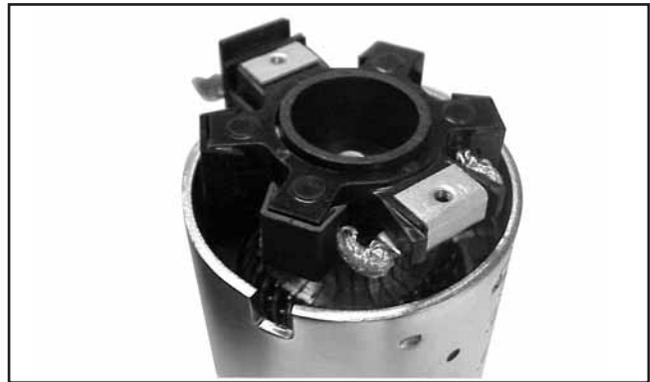

Figura 8-51. Instalar o Conjunto do Suporte da Escova com o Tubo Protector.
- a. Segure o conjunto do motor de arranque na vertical no alojamento da extremidade e posicione cuidadosamente o conjunto da escova e do suporte com o tubo protector fornecido, contra a extremidade do comutador/da armadura. Os orifícios do parafuso de montagem nos grampos metálicos têm que estar **para cima/fora**. Faça deslizar o conjunto da escova para baixo em volta do comutador e instale o passa-fios do cabo da escova positivo (+) no corte da estrutura. Consulte a Figura 8-51. Guarde o tubo protector que poderá utilizar para prestar assistência técnica posteriormente.